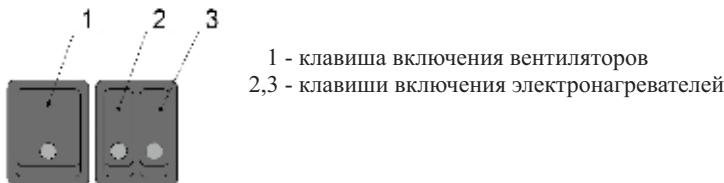
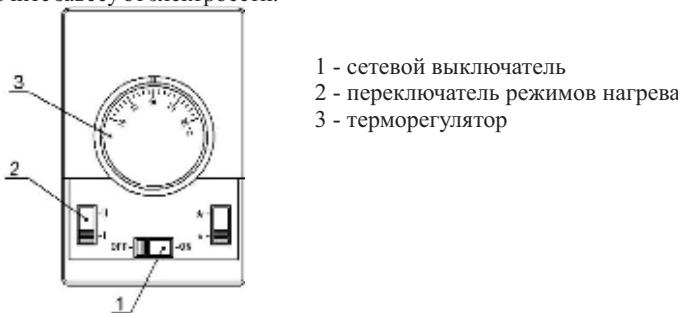

Рис. 1 Панель управления
Рис. 2 Пульт управления
5.4 Управление завесами НТ 306 и НТ 508 осуществляется с помощью клавишных переключателей блока управления (см. рис. 1). Управление завесами НТ 610-01 и НТ 915 осуществляется с помощью выносного пульта управления (см.рис.2). Пульт управления позволяет поддерживать необходимую температуру воздуха вблизи места его установки и регулировать тепловую мощность завесы.
7.1.3 Для включения завесы в режим вентиляции установите клавишу переключателя 1 (см. рис. 1) в положение включено I. При этом начинает работать вентилятор завесы и загорается подсветка клавиши.
7.2.1 Перед включением завесы диск терморегулятора 3 (см. рис.2) должен быть повернут по часовой стрелке в крайнее положение. Переключатель 1 должен находиться в положении OFF .